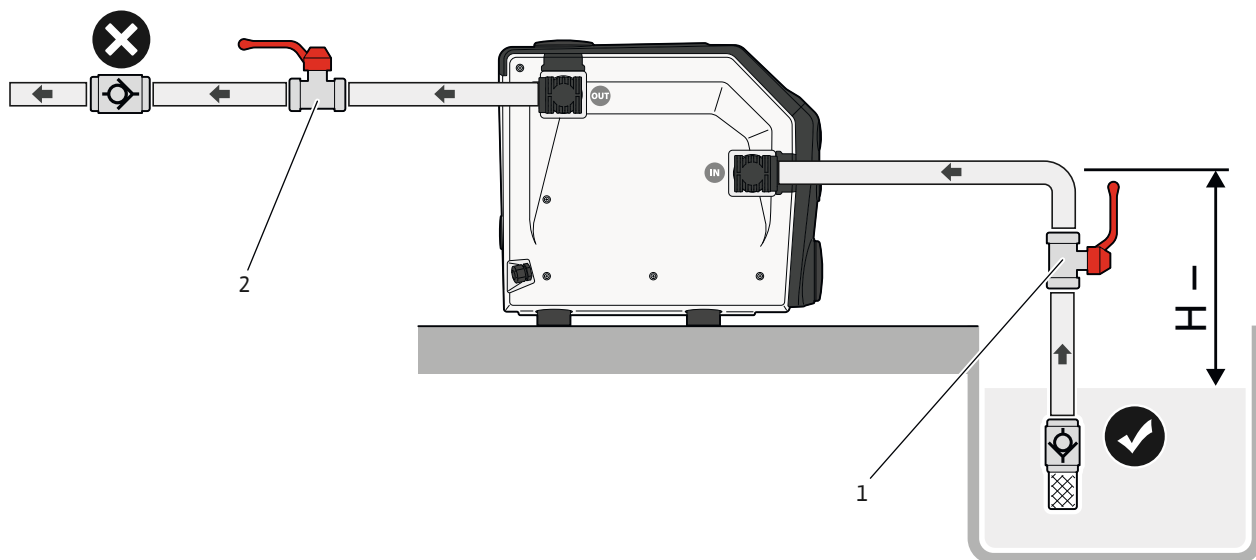

Fig. 7: Režim usisavanja
1. Zatvoriti zasun (Fig. 7–poz. 1, 2) na usisnoj i potisnoj strani.